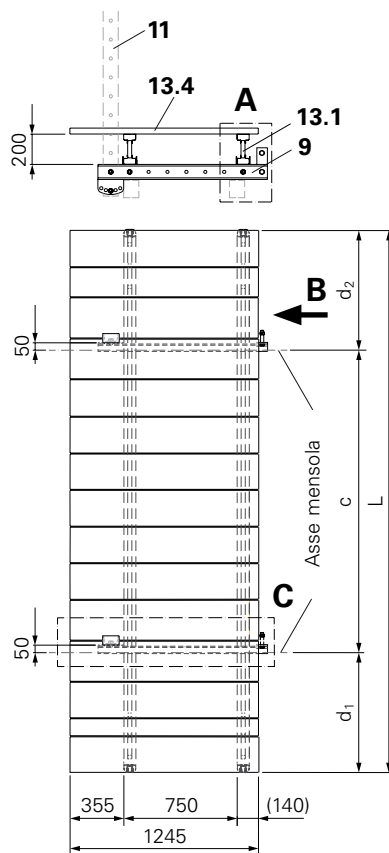

Fig. A1.19
2. Tagliare su misura le tavole dell'impalcato. (Fig. A1.19)